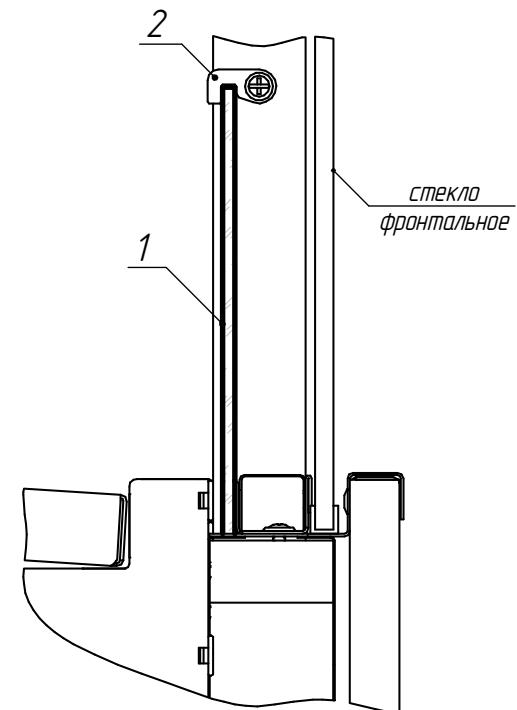

Рисунок 8
14. Установить экраны фронтальные зафиксировав их держателями экранов (См. рисунок 8)